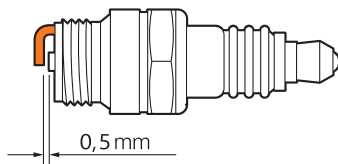

Рис. 21
- Измерьте зазор между электродами свечи при помощи плоского щупа. При необходимости откорректируйте его, осторожно подгибая боковой электрод. Зазор между электродами должен составлять 0,5 мм (Рис. 21).